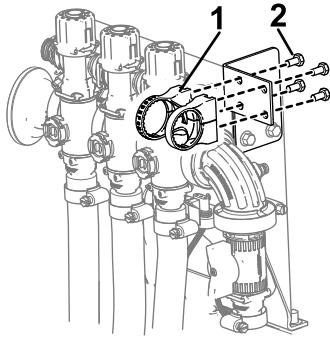

Рисунок 19
5. Установите крепление клапана на монтажный кронштейн клапана с помощью 4 болтов (M6), как показано на Рисунок 19.